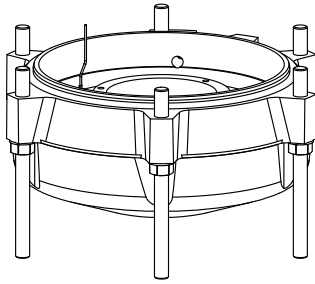

Bild 29: Montieren der Gummischale (PX12, PX22)
9.3 Gummischale an der PX12 und PX22 (Bild 29)